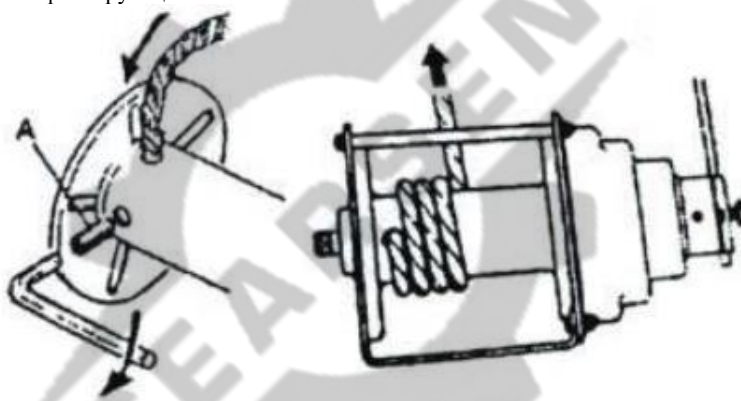

Рисунок 5. Монтаж каната для лебедки ручной канатной GEARSEN JHW грузоподъемностью 1000 кг
- Для монтажа каната для лебедки ручной GEARSEN JHW грузоподъемностью 1000 кг (рисунок 5) ослабьте фиксирующий болт или установочный винт и вставьте конец каната в барабан на 72 мм до конца каната. Плотнo затяните фиксирующий болт.